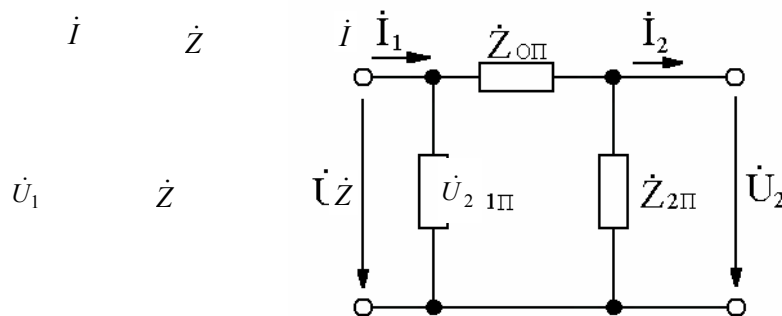

Рис. 5.6
5.2. Выразить коэффициенты ЧП в форме  $\|A\|$  через параметры П-образной схемы замещения (рис. 5.6)
Для П-образного ЧП при х.х. и прямой передаче (рис. 5.6)